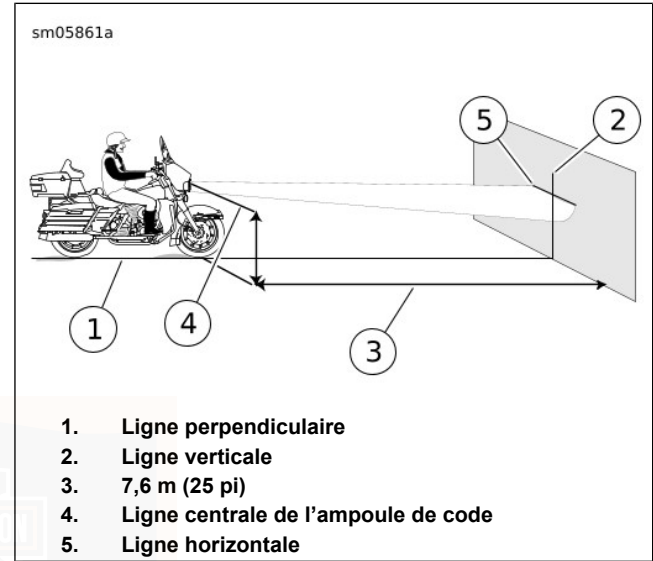
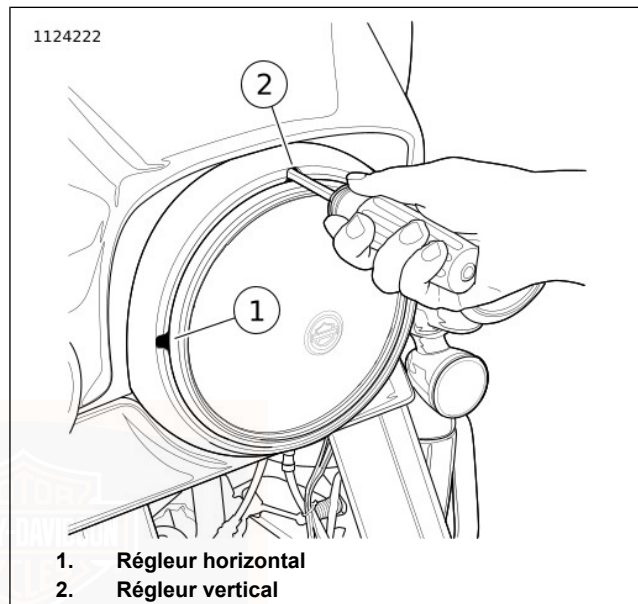

Figure 56. Alignement du phare : Type à DÉL (typique)
Figure 57. Réglers du phare : Tous sauf carénage monté sur cadre (typique)
4. Voir Figure 56. Garer la moto selon une ligne perpendiculaire (1) au mur.
6. Tracer un axe vertical (2) sur le mur.
7. Avec la moto chargée, orienter la roue avant tout droit vers le mur. Mesurer la distance (4) entre le sol et le centre de l'ampoule de code.
8. Voir Figure 56. Tracer une ligne horizontale (5) croisant la ligne verticale au niveau de la ligne centrale du code.
2. Voir Figure 57. Introduire une clé hexagonale à extrémité sphérique de 5/32 dans les fentes de réglage de l'anneau de garniture.
- a. **Horizontal** : Tourner la vis de réglage horizontal (1) pour ajuster le faisceau lumineux à gauche et à droite.
- b. **Vertical** : Tourner la vis de réglage vertical (2) pour ajuster le faisceau lumineux vers le haut et vers le bas.
3. Voir Figure 56. Ajuster le phare pour centrer le faisceau lumineux comme indiqué.